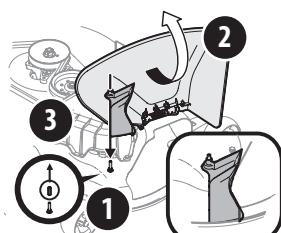

Figura 32
2. Retire el tapón protector de goma del pasador de plataforma, (1) en la Figura 32.
3. Eleve el deflector del canal (2) sobre la plataforma y sosténgalo mientras instala el adaptador de canal (731-10133) (3), sobre la plataforma como se muestra en la Figura 32.